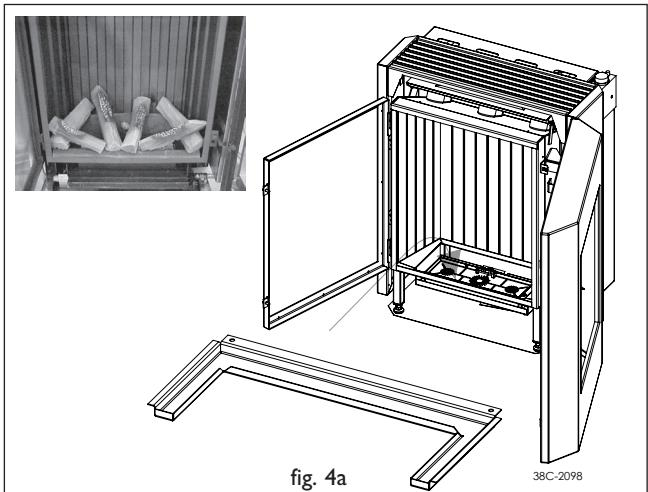

fig. 4a
- Placez le plateau entour du brûleur (fig. 4a).